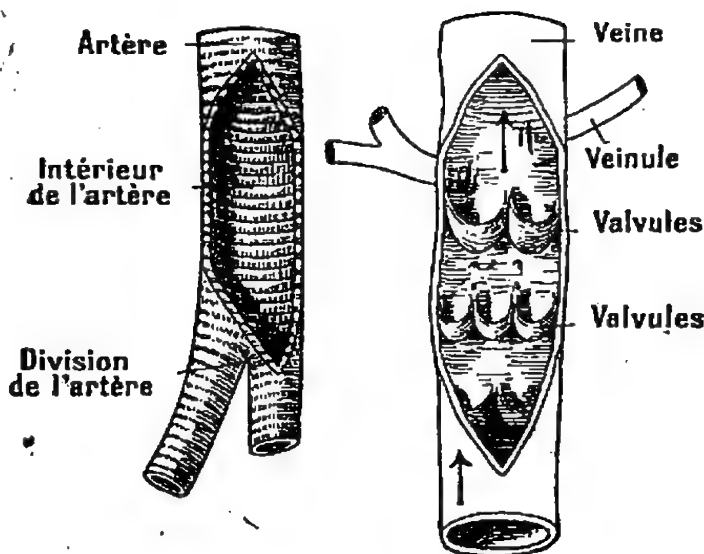
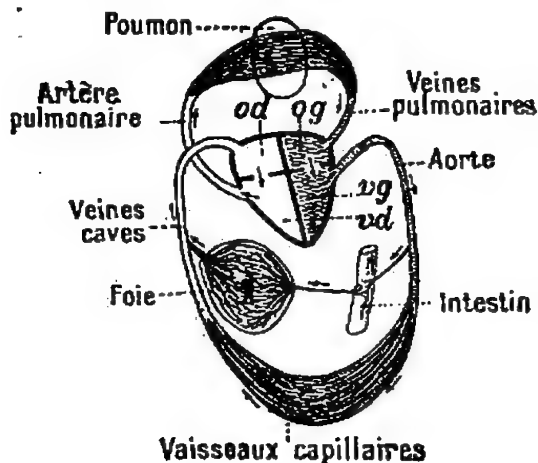

Fig. 145, 146. — Artère et veine ouvertes pour montrer l'intérieur.
Fig. 147. — La grande et la petite circulation (schéma).
**4. Le sang circule dans les artères et les veines.** — Les artères et les veines (fig. 145, 146) sont des tubes ou canaux qui partent du cœur et se ramifient dans toutes les parties du corps. Les artères les plus petites sont unies aux veines les plus fines par de petits conduits, du diamètre d'un cheveu, qu'on appelle **vaisseaux capillaires** (fig. 147).
**5. Grande circulation.** — Dans la grande circulation (fig. 147), le sang sort du *ventricule gauche* par l'*artère aorte* et se rend dans toutes les parties du corps. Il revient, reçoit sur sa route de nouveaux aliments digérés provenant des intestins et retourne au cœur par la *veine cave inférieure* et la *veine cave supérieure* qui le déversent dans l'*oreillette droite*.
**6. Petite circulation.** — De l'*oreillette droite* (fig. 147) le *sang veineux* passe dans le ventricule droit. Ce dernier le lance dans l'*artère pulmonaire*, qui le conduit dans les vaisseaux capillaires des poumons. Là, il se débarrasse de son gaz carbonique ; se charge d'oxygène et redevient *rouge clair* (Voir p. 111, § 5), puis il est amené dans l'*oreillette gauche* par les *veines pulmonaires*.